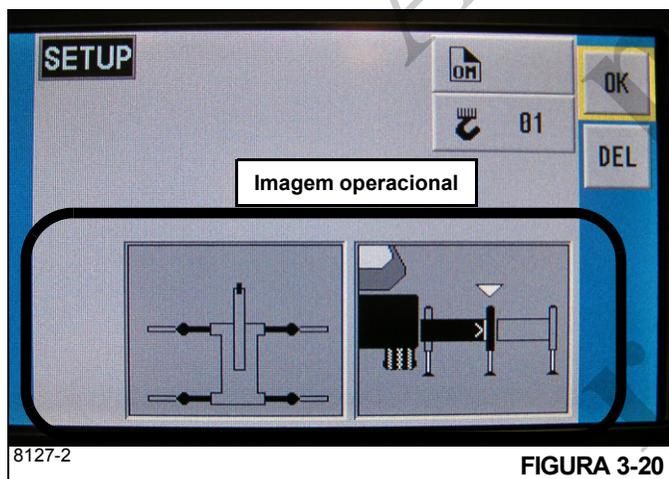

FIGURA 3-20
três estabilizadores estão totalmente estendidos e um está retraído, o RCL irá selecionar retraído como a configuração do estabilizador. A única coisa necessária é confirmar essa configuração de estabilizadores (Figura 3-20). Consulte o *Manual do operador do limitador de capacidade nominal* para obter instruções detalhadas.
**NOTA:** A Figura 3-20 ilustra os quatro estabilizadores na posição semiestendida como indicado pelo OMS e RCL.